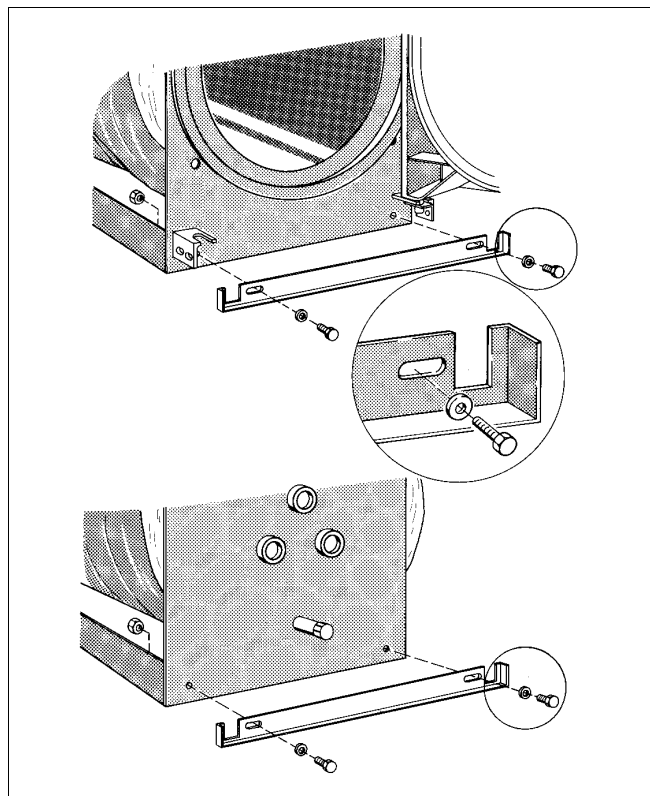

Fig. 9 Montaj manta
- Înșurubați traversele jos, sus și în spate cu câte 2 șuruburi hexagonale, șaibe și piulițe în partea din față a cazanului (Fig. 9).